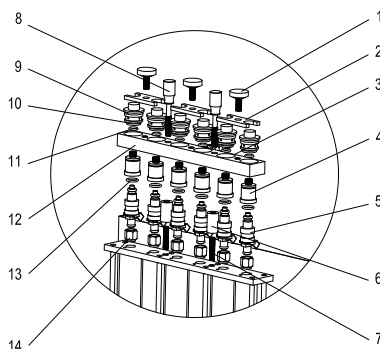

Figura 07
- Instale el distribuidor de combustible y el inyector en el soporte del distribuidor de combustible con un tornillo ajustable adecuado y tuercas moleteadas, y apriete dos tornillos riffle (negros). Vea la Figura 07.